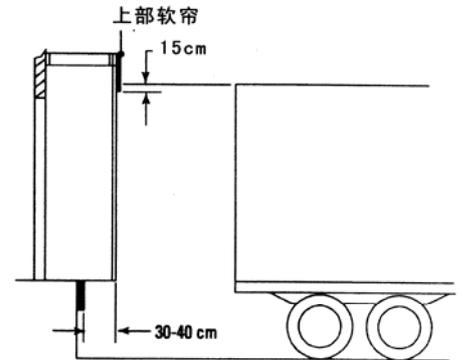

图 50
- 上部软帘的下沿应低于货车高度 15 厘米（图 50）。
- 门罩的厚度应空出防撞胶 30 至 40 厘米（图 50）。宽于 3.6 米的门罩，宽度每增加 2 厘米，门罩厚度应比最低要求起码增加 1 厘米。